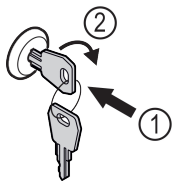

Fig. 143
- ▶ Įspauskite raktą Fig. 143 (1).
- ▶ Pasukite raktą 90° pagal laikrodžio rodyklę Fig. 143 (2).